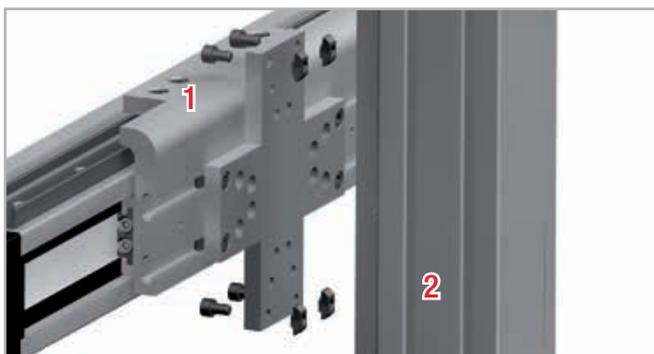

Fig. 97
4. Introduzir os parafusos do outro lado da placa de conexão (ver fig. 97).